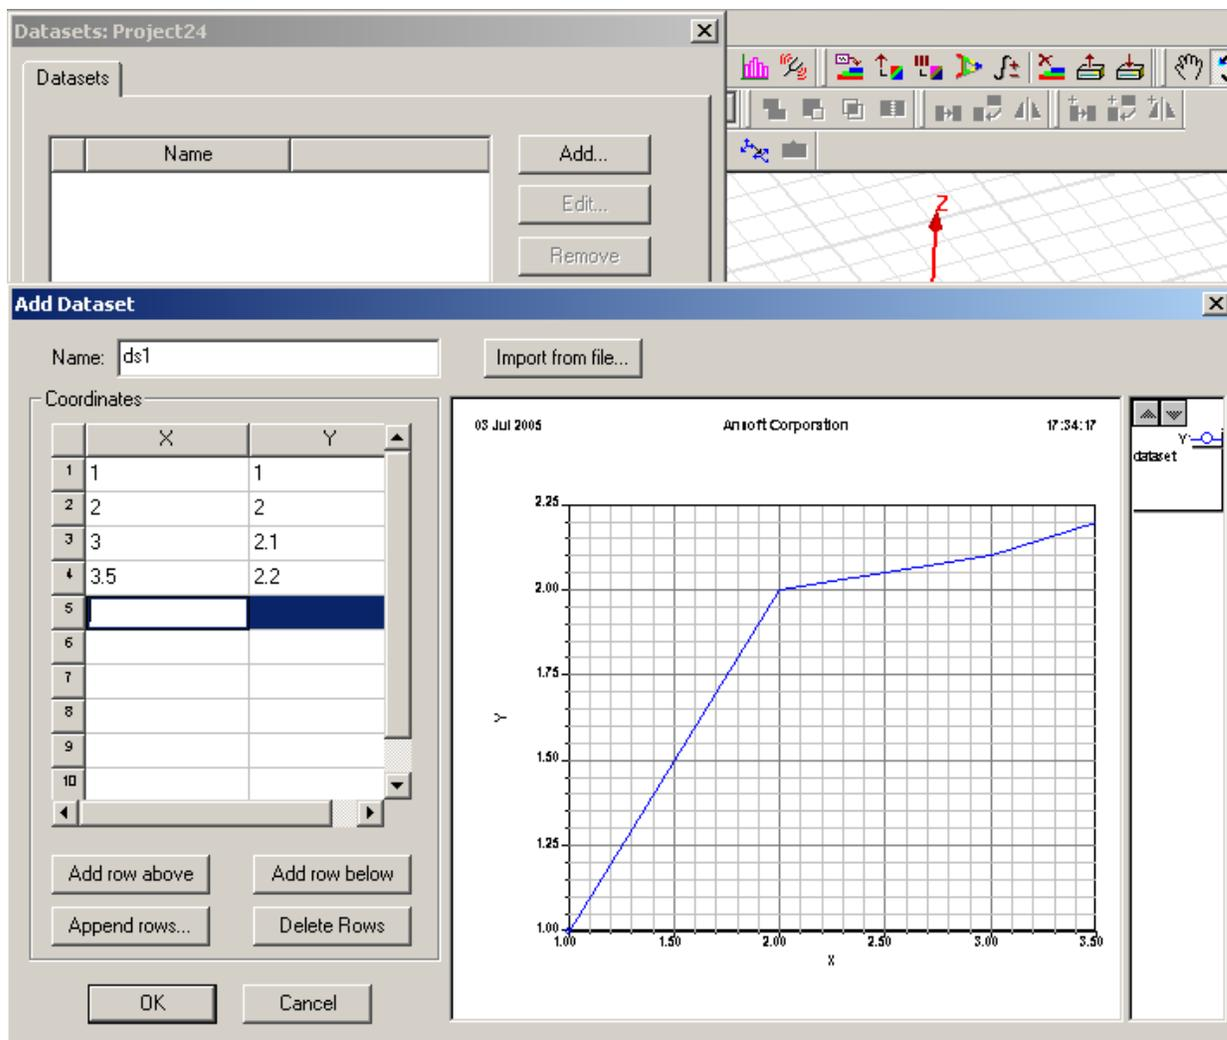

Рис. 2.6. Ввод и пополнение набора данных в диалоге Add Dataset
2. Кликните **Add**. Появляется окно **Add Dataset** (рис. 2.6).